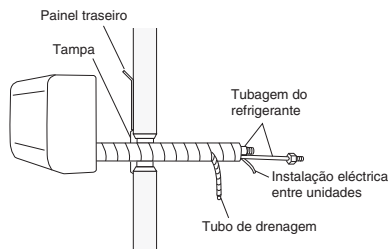

Fig. 3-94
- (1) Perfile a tubagem do refrigerante de modo que a mesma possa passar facilmente pela abertura na parede. (Fig. 3-94)